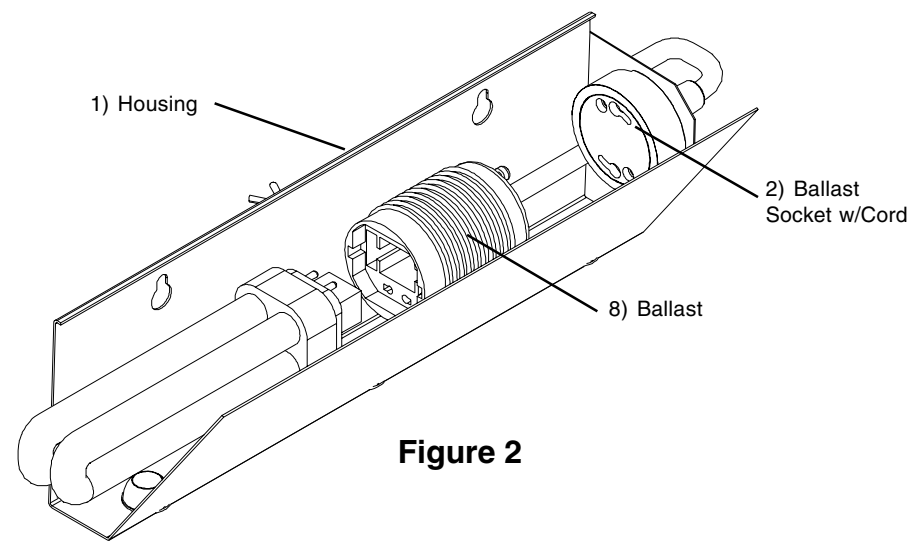

Figure 2
- 2. Retirer le ballast :** Tenir la douille du ballast (2), saisir le ballast (8) et tourner dans le sens horaire pour débrancher le ballast de la douille. **Voir la fig. 2.**
- 3. Marquer les emplacements pour trous de montage :** Placer le boîtier (1) sur la boîte de jonction et marquer les emplacements prévus à travers les fentes en trou de serrure dans le dos du boîtier. **Note :** S'assurer que ces marques sont bien de niveau. **Voir la fig. 2.**
- 4. Pour le montage sur cloison à mur sec :** Employer une mèche de ½ po et percer des **trous préliminaires** et installer partiellement (2) boulons à ailettes de 3 po x 3/16 po (non incluses).
2. Remove Ballast: Hold Ballast socket (2), grasp the Ballast (8) and rotate counterclockwise to disconnect Ballast from Ballast socket. **See Fig. 2.**
3. Mark mounting hole locations: Position Housing (1) over Junction box and mark mounting hole locations through keyholes in back of housing. **Note:** Make sure that hole locations are level. **See Fig. 2.**
4. For drywall mounting: Use 1/2" bit and pre-drill holes and partially install (2) 3" x 3/16" Toggle Bolts (not included). **For Joist mounting:** Use 3/32" bit to drill pilot hole and partially install (2) 1-1/2" #10 Wood Screws (not included).
2. Remueva el Balastro: Sostenga el enchufe del Balastro (2), agarre el Balastro (8) y gire hacia su izquierda para desconectar el Balastro del enchufe del Balastro. **Vea Fig. 2.**
3. Marque las localizaciones de los agujeros de montaje: Coloque la carcasa (1) sobre caja de ensambladura y marque las localizaciones de los agujeros de montaje a través de los "keyholes" detrás de la carcasa. **Nota:** cerciórese que la localización de los agujeros estén a nivel. **Vea Fig. 2.**
4. Para montaje en tablaroca: Use una broca de 1/2" y taladre agujeros e instale parcialmente (2) Pernos de Expansión (no incluidos) de 3" X 3/16 ". **Para montaje a una Viga:** Use una broca de 3/32" para taladrar un agujero piloto y instale parcialmente (2) Tornillos de Madera #10 (no incluidos).